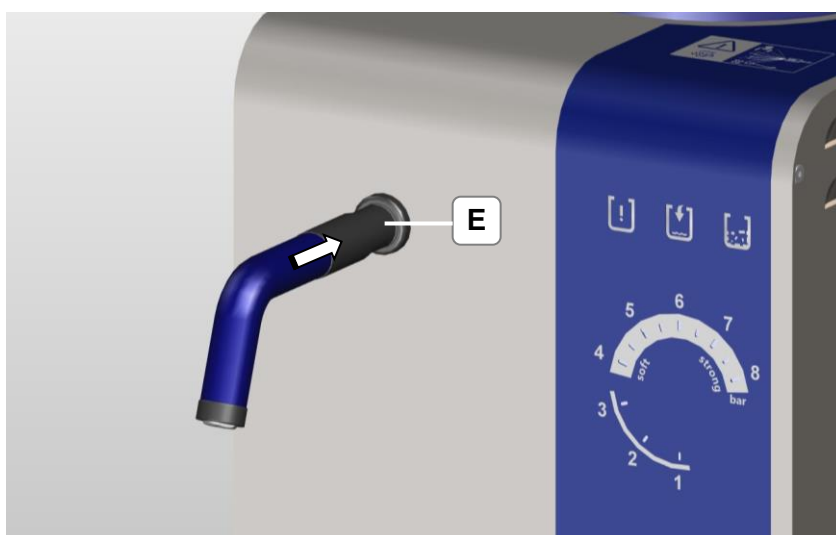

Figure 4.2.3: glisser le manchon protecteur noir sur l'écrou
5. Poussez la douille de protection noire en direction de la flèche sur l'écrou (figure 4.2.3).